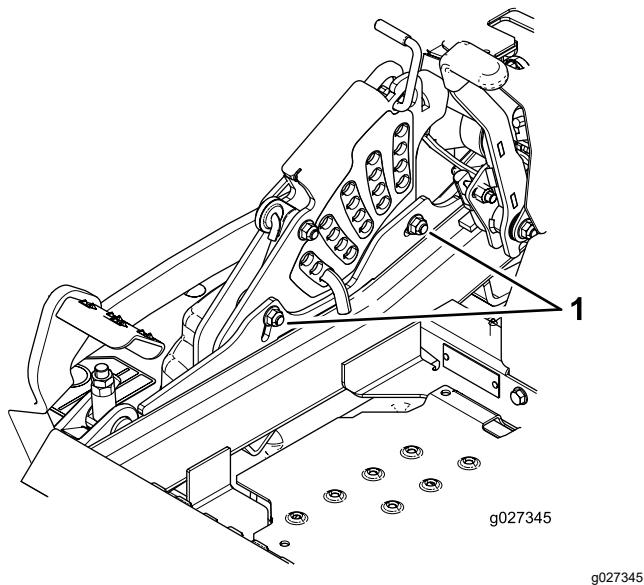

Figure 118
11. Pour régler le système monopoint, desserrez les 2 boulons au bas de la plaque de hauteur de coupe (Figure 118).
13. Serrez les 2 boulons au bas de la plaque de hauteur de coupe (Figure 118).